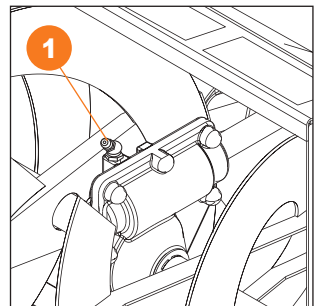

Рис. 24
- Во время обслуживания редуктора самостоятельно, снимите заглушку или открутите болт-заглушку **1**, добавьте 30-50 гр. консистентной смазки и установите заглушку на место (Рис. 24).